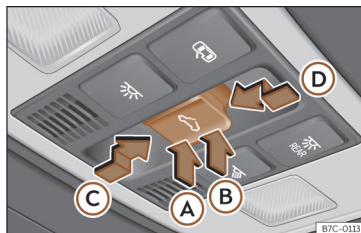

Fig. 60 Sur le revêtement intérieur du toit : touche du toit ouvrant.
La touche <> fig. 60 a deux niveaux. Le premier niveau permet de situer le toit en position déflectrice, d'ouvrir ou fermer entièrement ou partiellement le toit ouvrant.
- Dans les 5 secondes environ après l'activation de la fonction anti-pincement, appuyez sur la touche <> fig. 60 jusqu'au deuxième niveau dans le sens de la flèche ① jusqu'à ce que le toit soit complètement fermé.